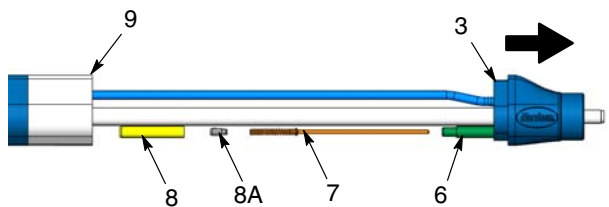

Figura 27 Remoção da resistência - pistolas com barra de suporte
Pistolas com barra de suporte: Consulte a figura 27. Puxe o adaptador (3) para fora do tubo do corpo (9) o suficiente para aceder à manga (8) e à guia da resistência (6).